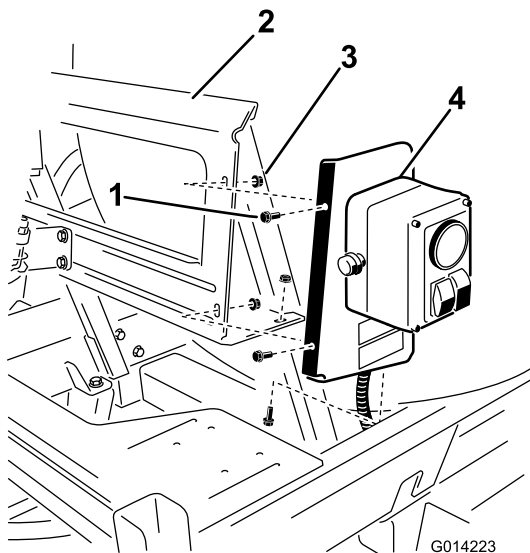

图6
2. 如 图6 所示，用 3 个螺栓 (1/4 x 5/8 英寸) 和 3 个锁紧螺母 (1/4 英寸) 将总成安装到安装支架上。